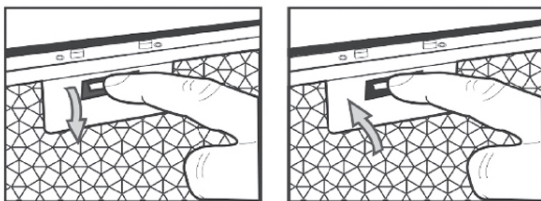

Рис. 13
2. Снимите алюминиевый фильтр вытяжки, нажав на замок фильтра (рис. 13).